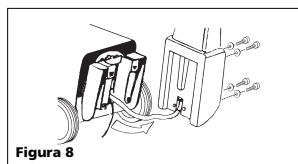

Figura 8
9. Conecte la manguera de succión de químicos a la parte inferior del mango (Figura 8).